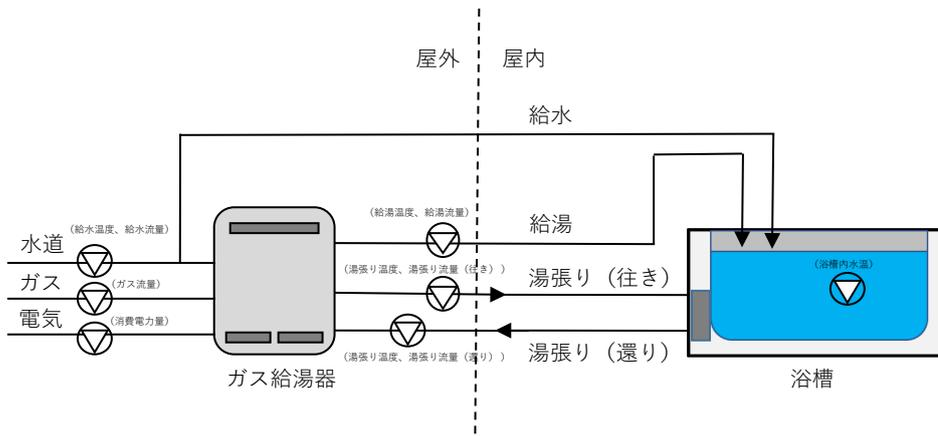
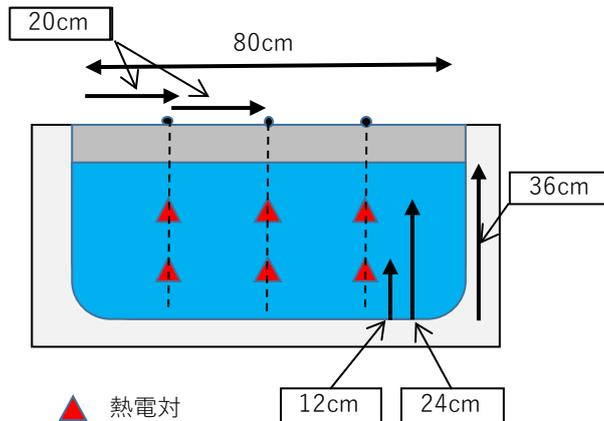

図1：測定回路全体の簡易図
図2：浴槽内の熱電対の配置図
(3) 測定項目
- ・測定項目と測定に用いた使用機器を表2に示す。また、測定回路全体の簡易図を図1に、浴槽内の熱電対の配置図を図2に示す。